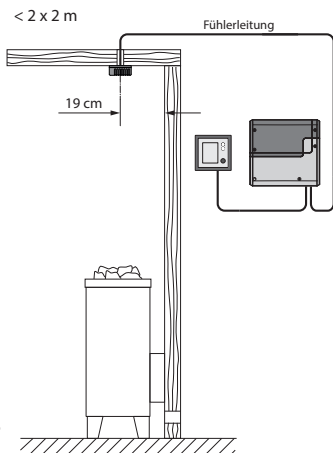

Рис. 13
1. Датчик печи устанавливается в кабинах размером до 2 x 2 м согласно рис. 13, в более крупных кабинах - согласно рис. 14.